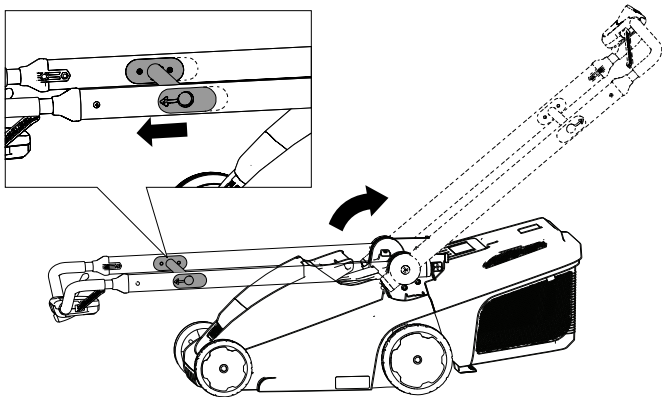

Figura 5
2. Trageți elementul de eliberare a barei de ghidare spre mânerul superior pentru a elibera închizătorul de mâner (Figura 5).
3. Deplasați mânerul înapoi în poziția de funcționare și eliberați elementul de eliberare a barei de ghidare (Figura 5).